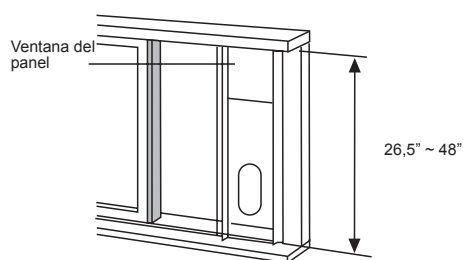

Fig. 15
2. Coloque el kit deslizante de la ventana en la repisa. Ajuste la longitud del kit deslizante al ancho de la ventana, disminuya el kit ajustable si el ancho de la ventana es inferior a 68,5 cm. Abra la ventana e instale el kit deslizante sobre la repisa. Véase Fig.15.